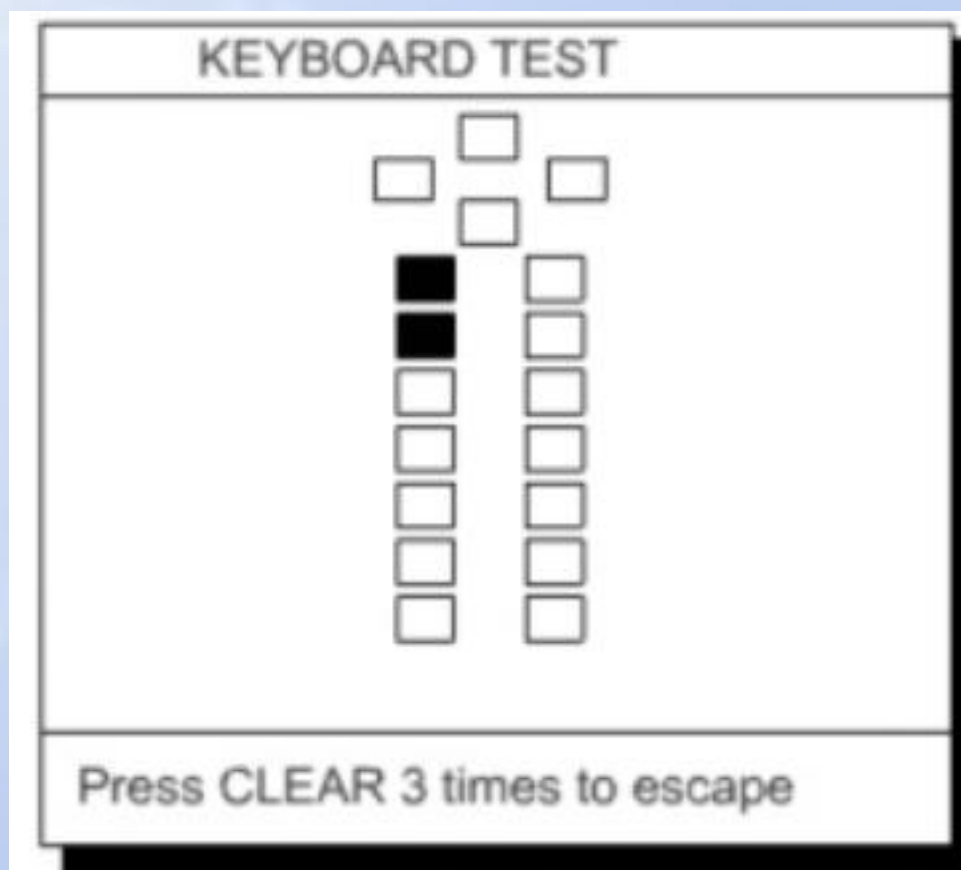

图5 键盘测试屏幕
1) 按 MENU ESC、8 和 2，显示KEYBOARD TEST(键盘测试屏幕)，如图5所示；